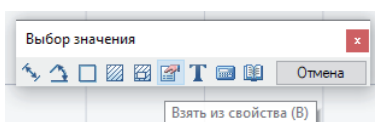

Рис. 18. Опция *Взять из свойства*
- Нажимаем кнопки *Взять с чертежа*, а затем *Взять из свойства* (рис. 18).